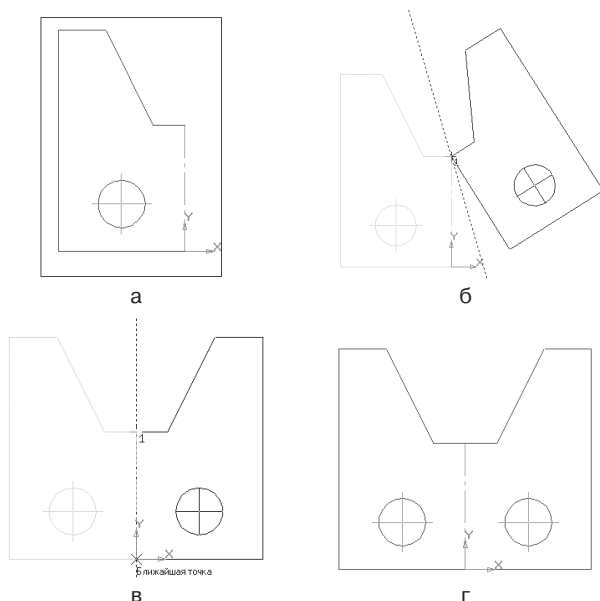

Рис. 107. Построение второй половины детали
- для построения полного изображения детали на Компактной панели выберите кнопку переключения  – **Выделение**, команда  – **Выделить рамкой**. Обведите рамкой построенное изображение (рис. 107, а). Выделенный объект изменит цвет;
- укажите первую точку на оси симметрии (рис. 107, б);
- укажите вторую точку на оси симметрии (рис. 107, в);
- снимите выделение щелчком ЛКМ по экрану (рис. 107, г).